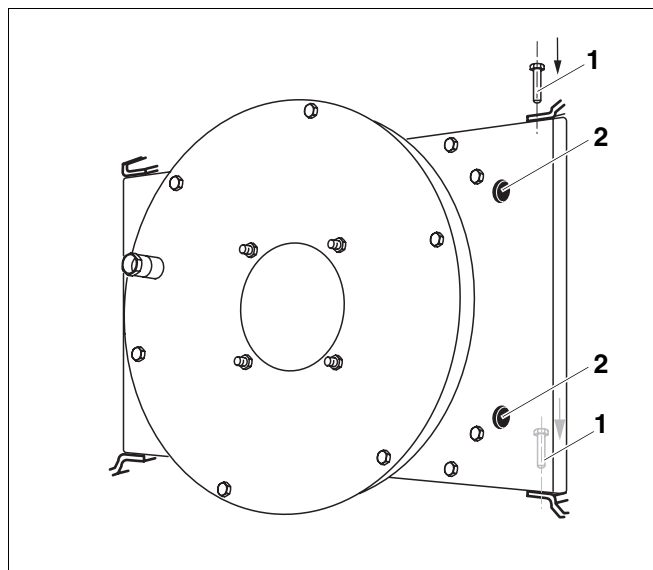

Fig. 21 Brænderdør
Udsparingerne (fig. 21, **pos. 2**) på brænderdøren (2 til venstre og 2 til højre) er beregnet til anhugning af kran eller løftegrej til f.eks. at afmontere døren komplet.
- Tryk hængselboltene (fig. 21, **pos. 1**) ud nedefra og op.
- Isæt underlægsskive og de to hængselbolte på den modsatte side (fig. 21).